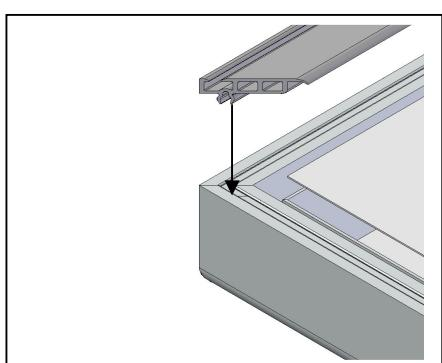

Fig.8
7. Inserire il profilo porta guarnizione a scatto all'interno della sede presente sul profilo di alluminio.(fig.8) .ATTENZIONE:in fase di applicazione del porta guarnizione la pressione deve essere esercitata in corrispondenza del profilo a coda di rondine che va a "scattare" nella sede del profilo in alluminio (fig.9)(aiutarsi in questa operazione con un listello di legno in modo tale che la pressione esercitata sia uniformemente distribuita).